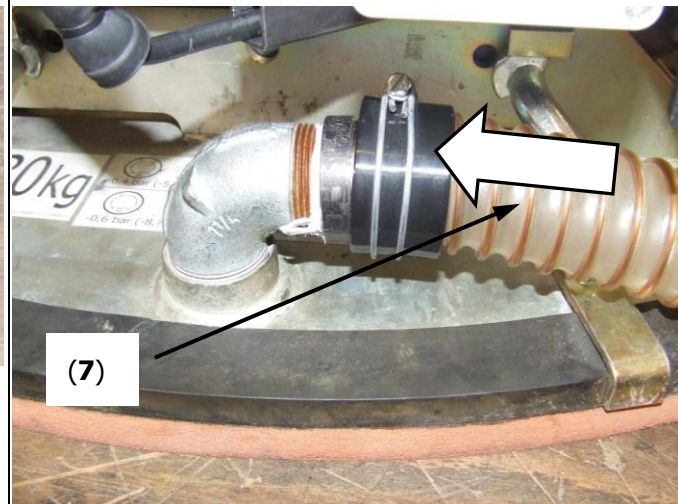

Abb. 9
- Vakuumschlauch (7) direkt an die Saugplatte anschließen (→ Abb. 9)